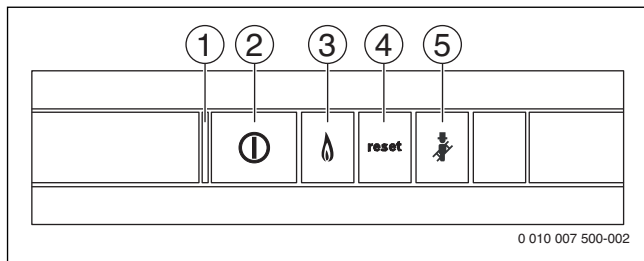

Bild 4 Bedientasten
- Gerät am Ein/Aus-Schalter (→ Bild 4) einschalten.